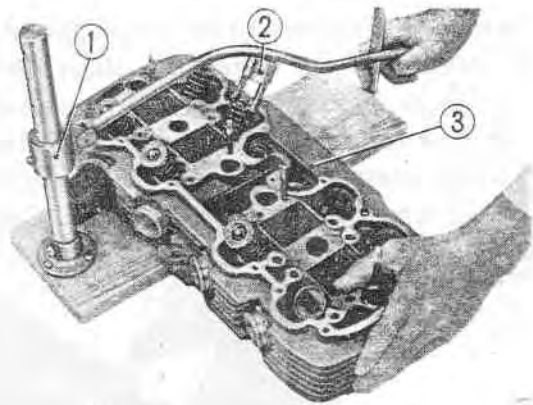

Fig. 3-46 ① Démonteur-soupape
2. Démontez la culasse à l'aide du démonte-soupape (numéro de référence 07031-30001 et 07031-30010) et déposez les pièces suivantes; clavette, attache, ressort de soupape (admission et échappement), joint de tige de soupape, siège de ressort, dans cet ordre. (Fig. 3-46)